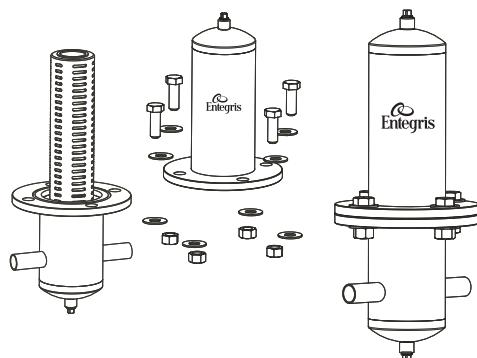

図 9.
- ハウジングの上部を閉じ、適切なサイズのレンチを使ってフランジボルト、ナット、ワッシャーを推奨トルク（表 1 参照）で締め付けます（図 9）。